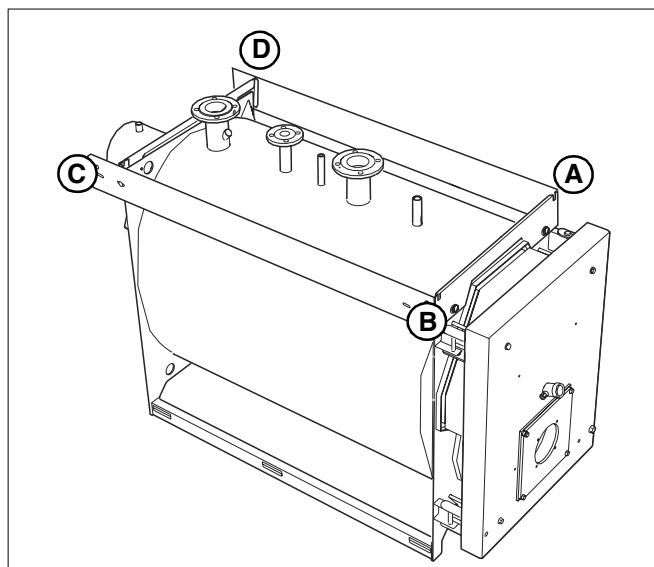

Fig. 15 Ajustarea traverselor laterale stânga și dreapta una față de cealaltă
- Ajustați distanțele dintre traversele laterale stânga și dreapta de la A la C și de la B la D (fig. 15). Dacă este cazul, deplasați o traversă și înșurubați-o utilizând orificiile alungite.